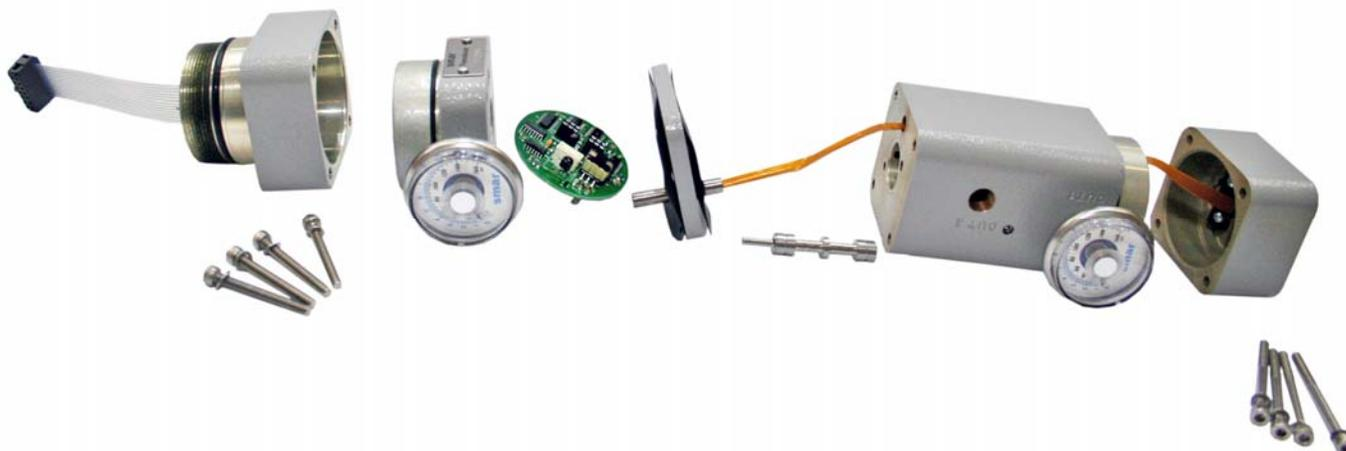

Figura 4.1 – FY303 Desmontado
3. Desmontar o equipamento conforme mostrado na Figura 4.1.